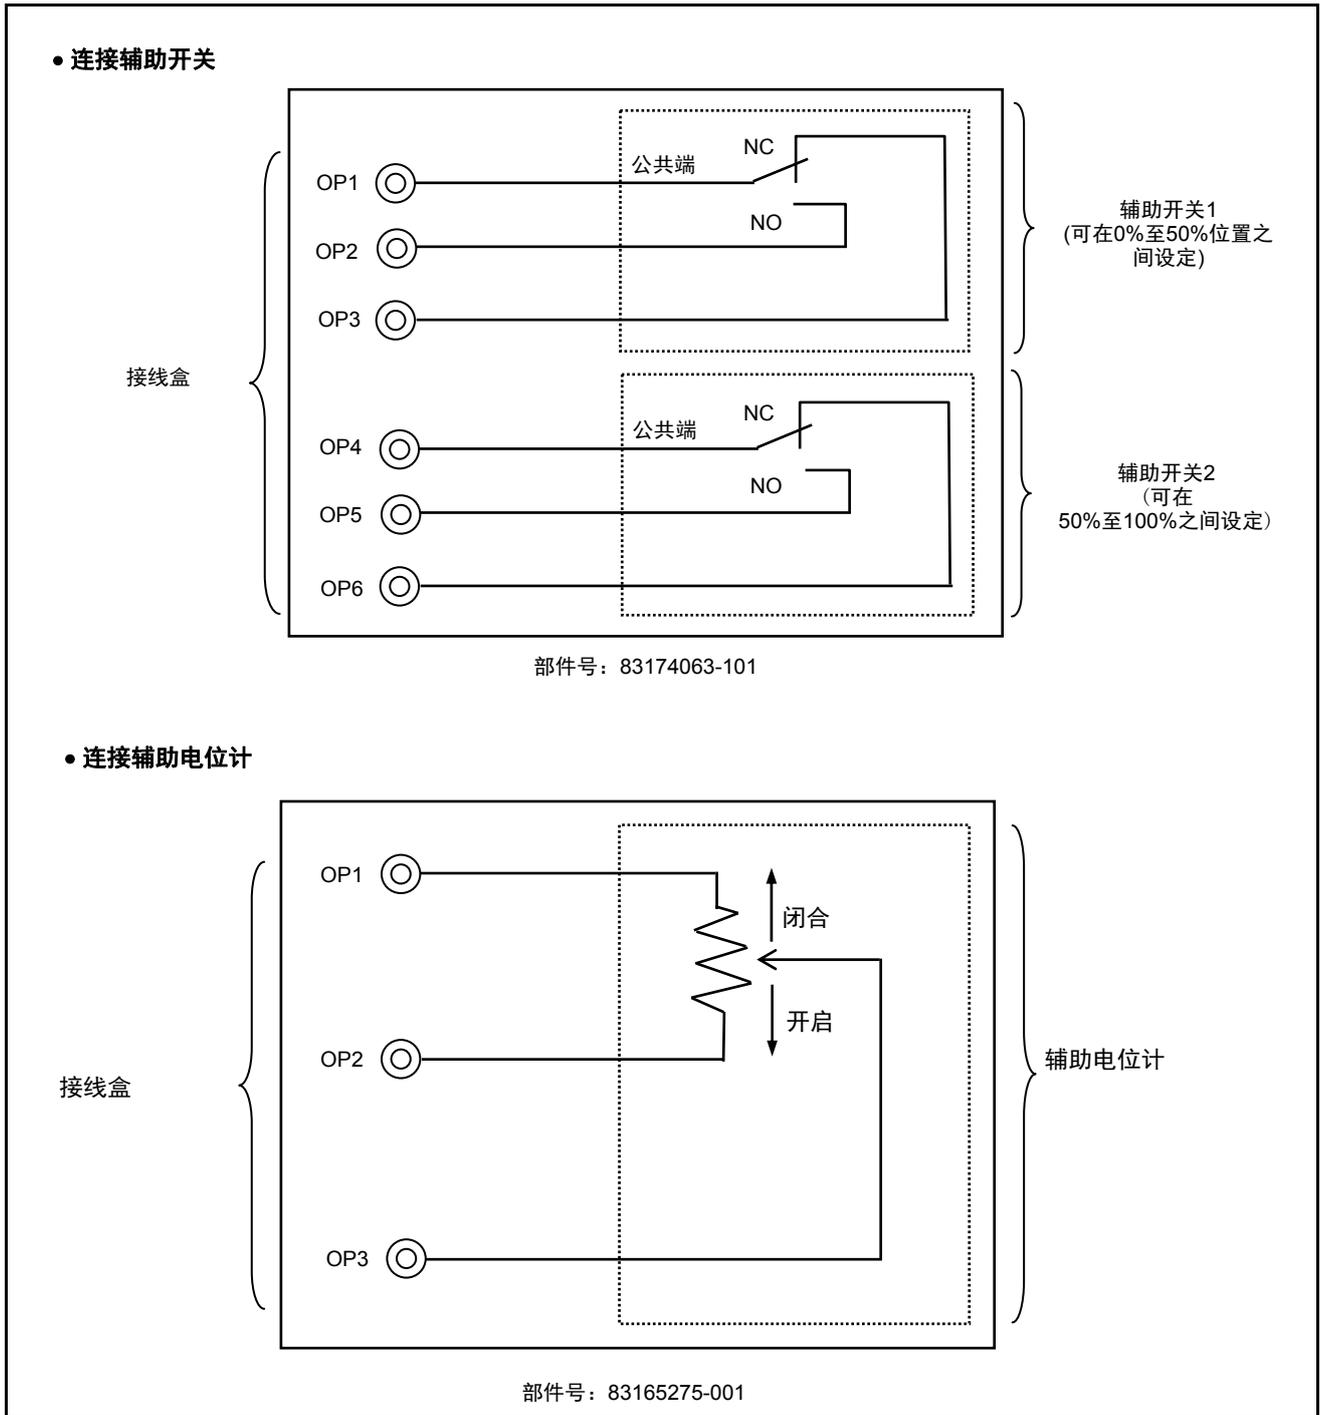

图17 辅助开关/辅助电位计接线
❗	• 辅助开关以及辅助电位计现场安装。(参考图 17)参考其附加的指示。
- 3) 使用M3.5 螺钉将缆线正确连接至端子，可参考图10至14中的接线端子图以及图15和16中的接线示例(关于辅助开关或者辅助电位计的接线，参考图17)。